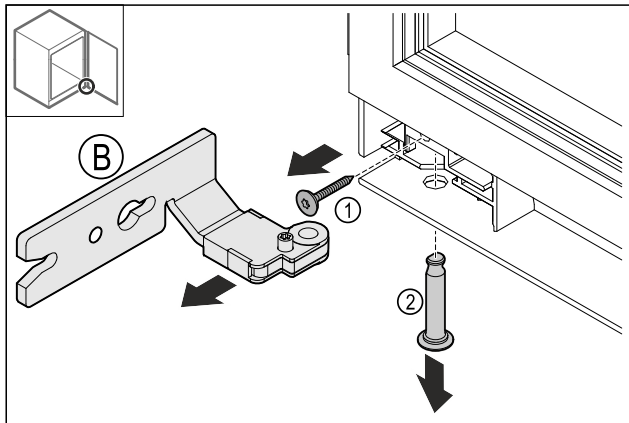

Fig. 15
- Odstráňte skrutku Fig. 15 (1).
- Odstráňte čap Fig. 15 (2).
- Odstráňte záves Fig. 15 (B).